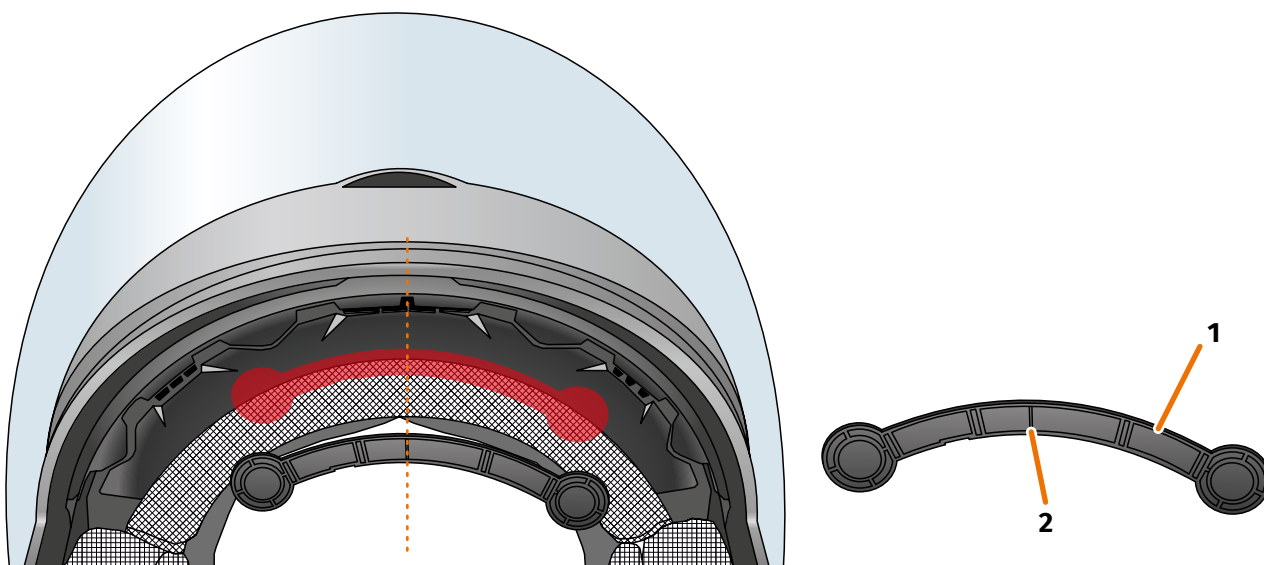

FIGURA 14 // Montar o adaptador de capacete estreito
8. Coloque o adaptador de capacete (FIGURA 14/1) na parte frontal do capacete entre a concha interior e a concha exterior (FIGURA 14/marcação vermelha). A marcação na parte inferior do adaptador de capacete (FIGURA 14/2) deve situar-se numa linha imaginária entre o centro do capacete e o centro do seu rosto (FIGURA 14/linha tracejada). Assegure-se de que o adaptador de capacete não colide com a viseira.